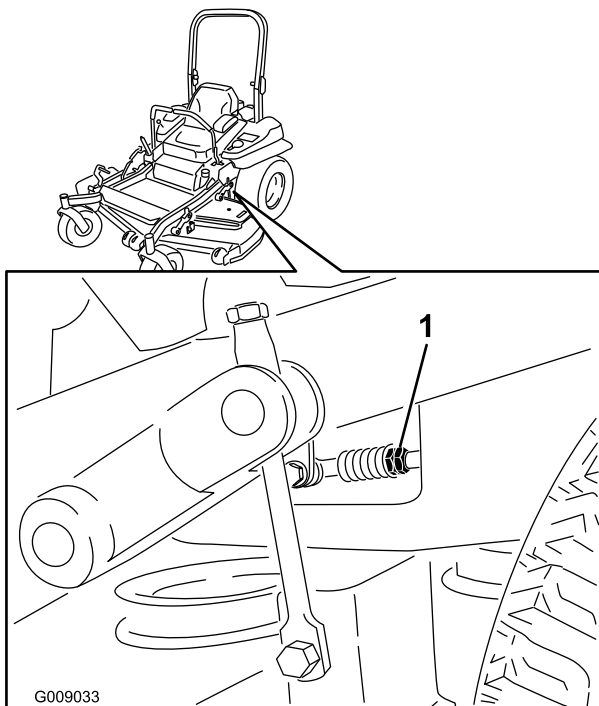

Figura 81
7. Ponga las palancas de control de movimiento en la posición de punto muerto. Ajuste la longitud de las varillas de control de las bombas girando las tuercas dobles de la varilla en el sentido apropiado, hasta que las ruedas se muevan ligeramente en marcha atrás (Figura 81). Mueva las palancas de control de movimiento a la posición de marcha atrás y, aplicando una ligera presión a la palanca, deje que los muelles de marcha atrás devuelvan las palancas a punto muerto. Las ruedas deben dejar de girar o moverse muy lentamente en marcha atrás.